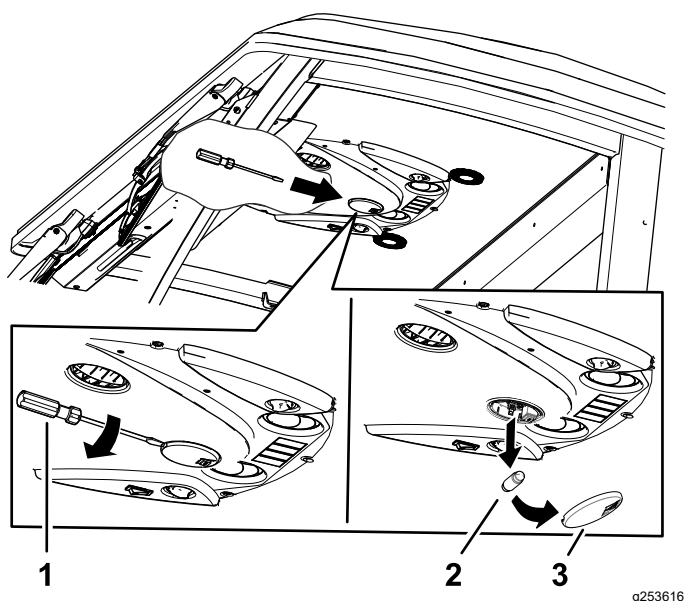

Figure 89
1. Avec un tournevis, enlevez le verre du panneau de commande (**Figure 89**).
2. Retirez l'ampoule du culot (**Figure 89**).